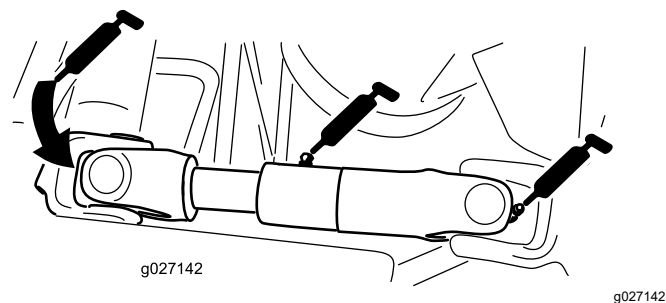

Figura 41
- Articulación de cardán del árbol de transmisión de la bomba (3) (Figura 41)